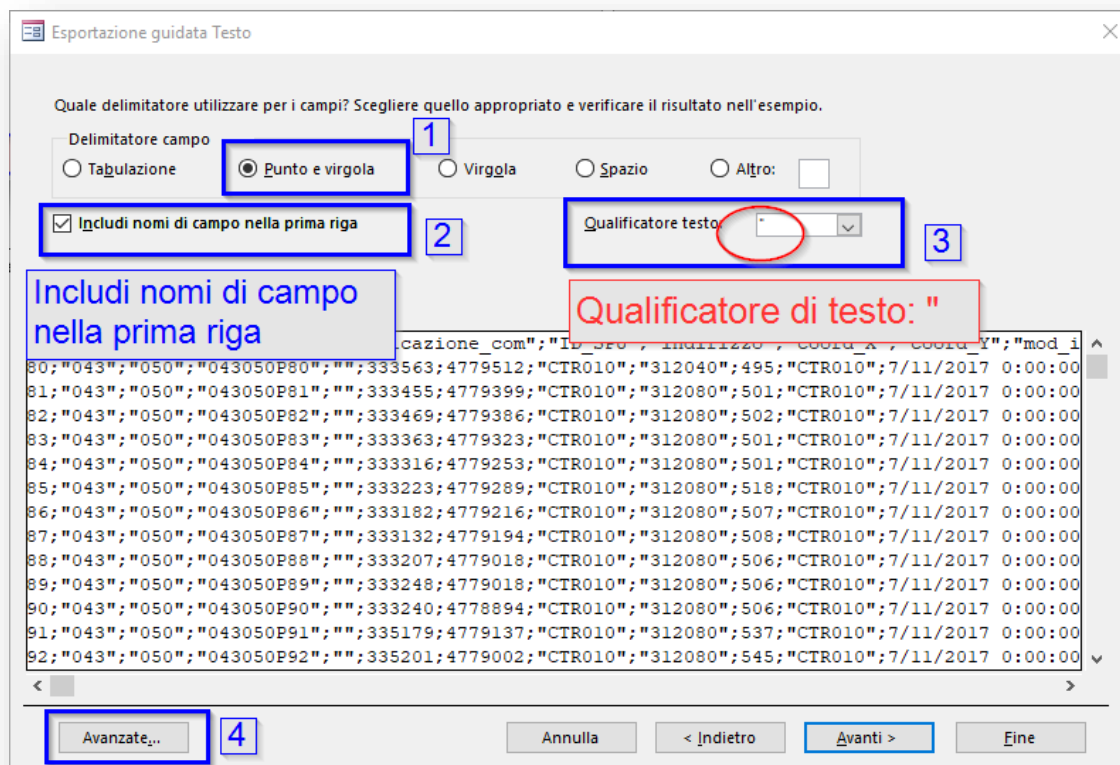

Figura 11 – Settaggio Esportazione guidata Testo
- b. nel secondo step, scegliere “**Punto e virgola**” all’interno del “**Delimitatore campo**”, spuntare la voce “**Includi nomi di campo nella prima riga**” e controllare che in “**Qualificatore testo**” siano selezionate le doppie virgolette (Figura 11). Premere il pulsante “**Avanzate**”;